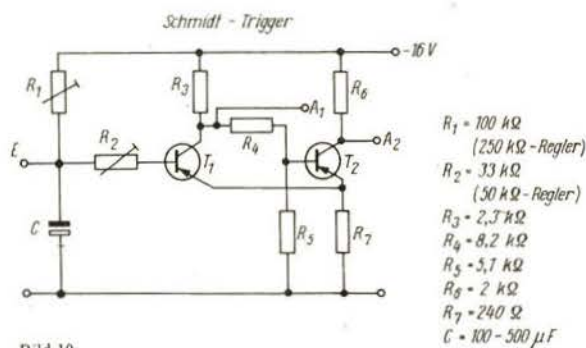

Bild 10
5. Zeitschalter mit Schmidt-Trigger (Bild 10)